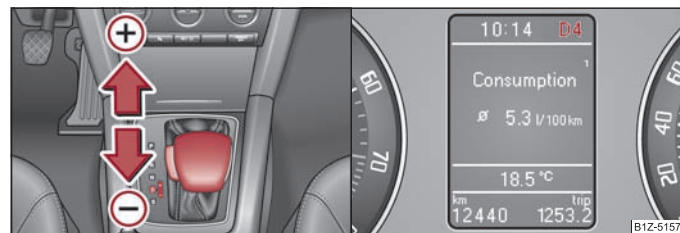

Fig. 120 Selector: selectarea manuală /display-ul informativ: selectarea manuală a vitezelor
Poziția selectorului de viteze se afișează, împreună cu treapta de viteză selectată, pe afișajul informativ al tabloului de instrumente ⇒ fig. 120 - dreapta.
- Apăsând scurt maneta selectorului de viteze (în culoarul Tiptronic) spre față pe ⇒ fig. 120 (+).